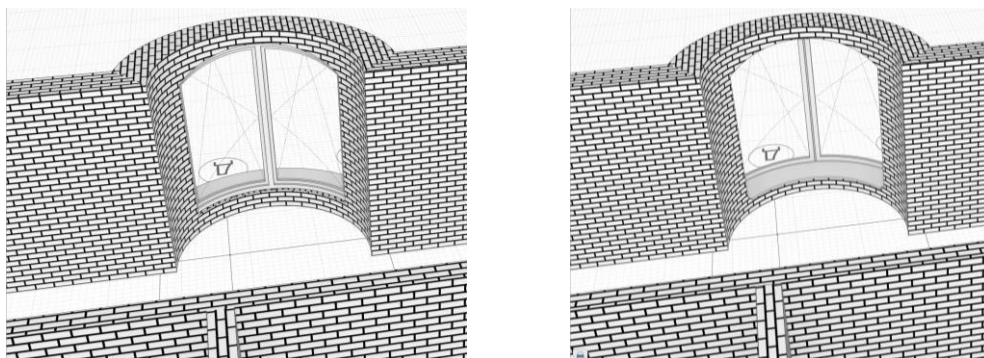

Рис. 8 Расположение подоконника (слева – до команды Перевернуть, справа – после команды Перевернуть)
2. Далее необходимо перевернуть окно, чтобы подоконник был внутри (рис. 8). Для этого: